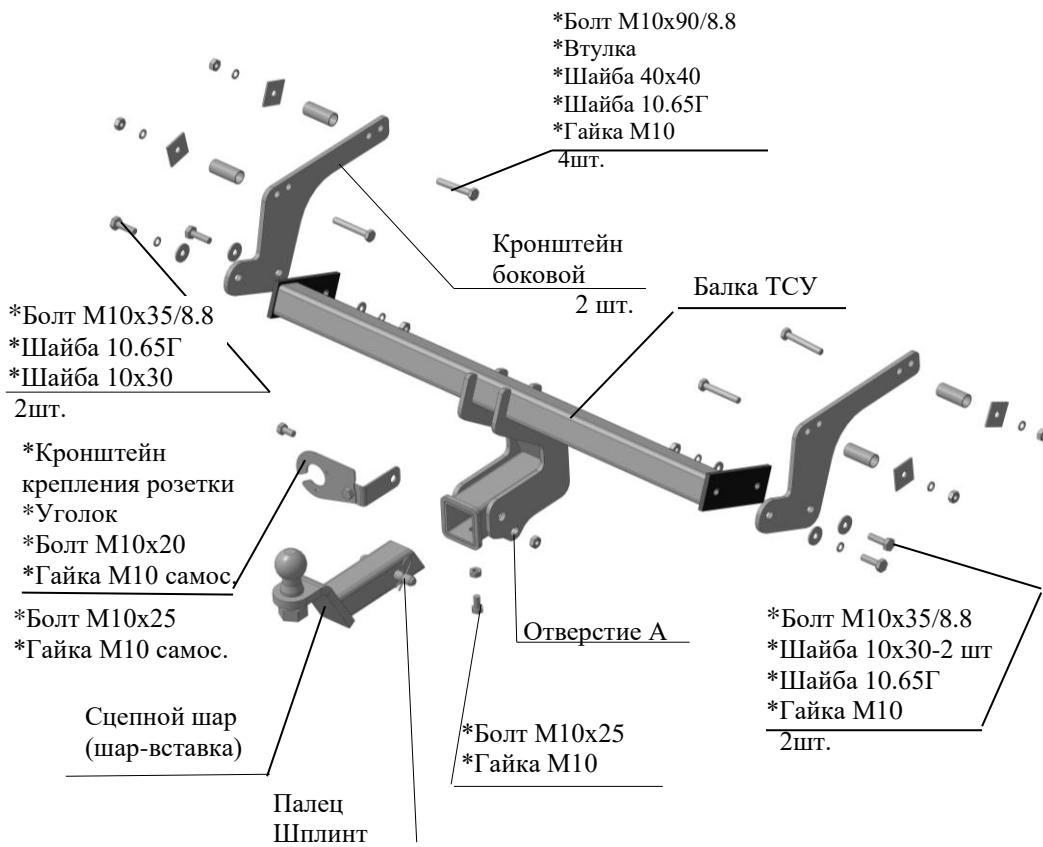

Рис.1 Тягово-сцепное устройство ТСУ 9042
2.1 ТСУ 9042 в сборе (рис.1)
2.2 Пакет с комплектующими (см. рис.1)